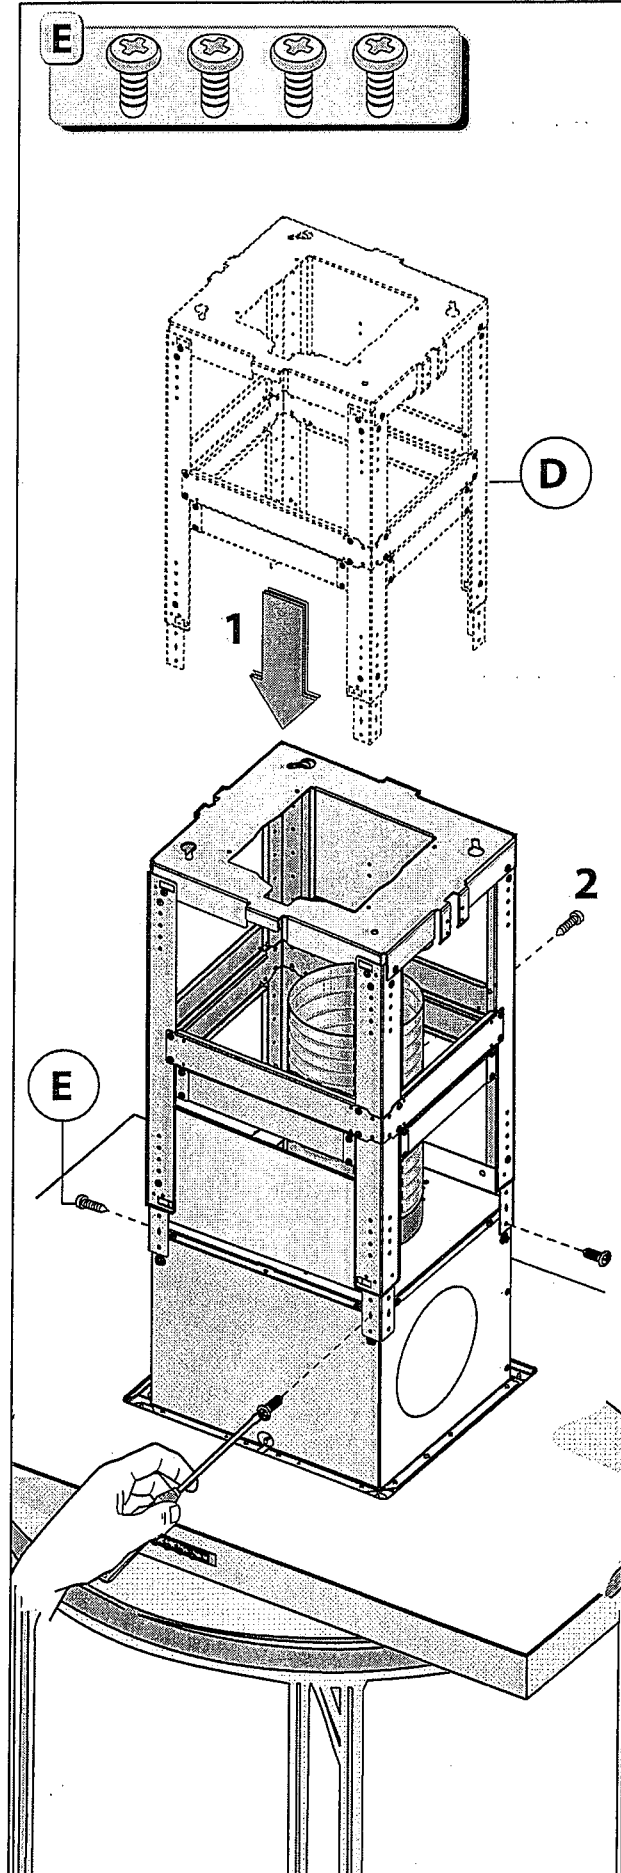

Fig.3
- Prendre la structure **D** de l'emballage et la fixer au compartiment moteur avec les 4 vis **E** fig.3.